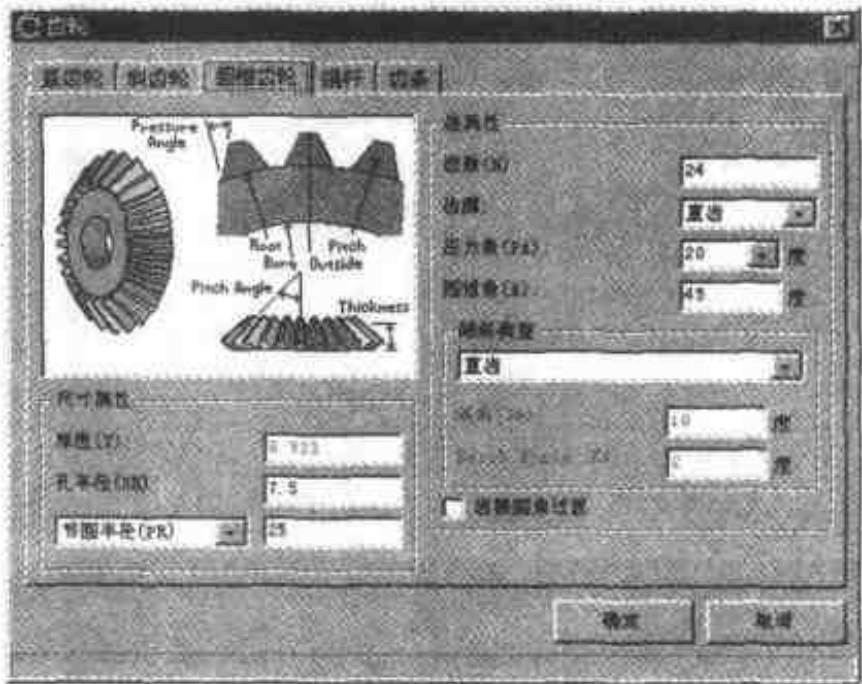

图 1.23 【圆锥齿轮】选项卡
**【圆锥齿轮】**选项卡(图 1.23)中包含一组特有的选项，即**【倾斜类型】**选项组，其中**【倾斜类型】**下拉列表包括**【直齿】**、**【斜齿】**、**【倾斜齿】**和**【螺旋】**等选项。